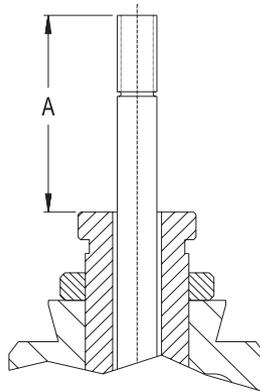

Figura 08
- 6.1.3 Anote a dimensão A, conforme **Figura 08**, esta informação será necessária para posicionar o parafuso de regulagem (14) quando da remontagem da válvula.